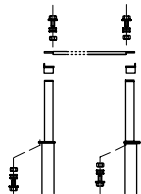

Рисунок 6 – Установка верхней балки
- Установите верхнюю балку, как показано на рис. 6. Установите фотоэлектрический сенсор и подключите его.